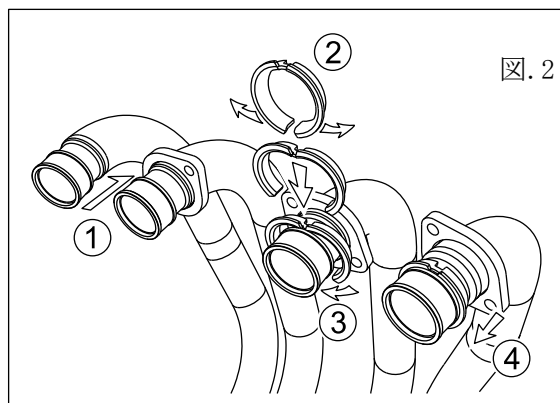

図. 2
- ① 図.2を参考にフロントパイプ(部品表①～④)へエキゾーストフランジ(部品表⑥)、ジョイントカラー38(部品表⑦)の順に部品を取り付けます。